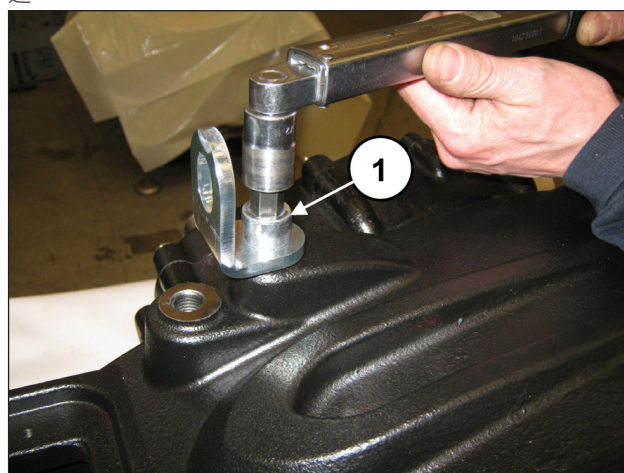

图 95
安装塞子和吊装支架，可使用专用螺丝M16x30(位置①，图 95)。